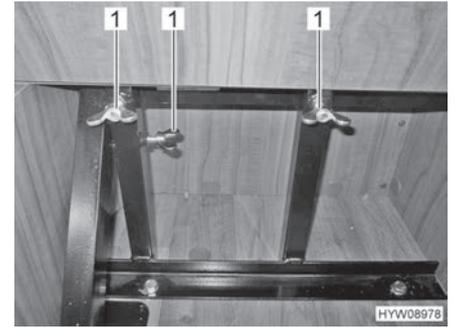

Fig. 14 Retener el asiento de enchufe con tuercas de mariposa
- Retener el asiento de enchufe con tuercas de mariposa (Fig. 14,1).